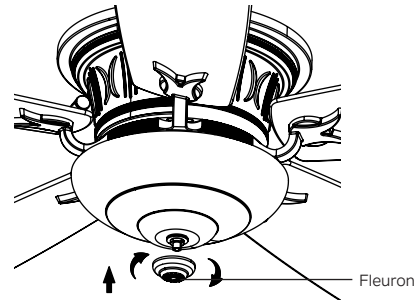

Fig. 25
Étape 4. Vissez le fleuron à la tige filetée et serrez fermement. (Fig.25)
Étape 2. Installez la plaque métallique et la plaque murale « CoolTouch » sur la boîte de prise murale existante avec les 4 vis fournies. Placez ensuite les deux chevilles en plastique dans la plaque murale. (Fig. 25)